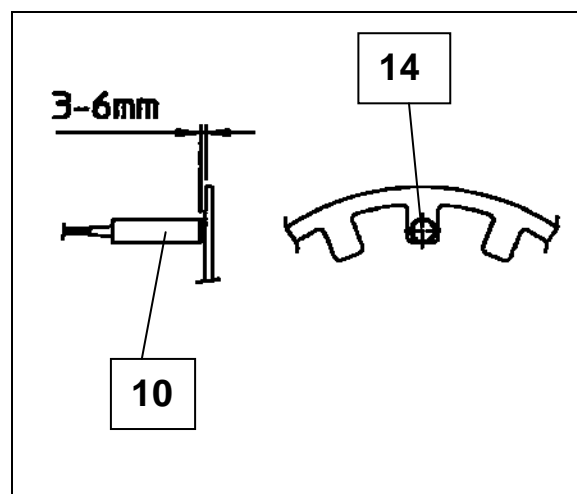

Fig. 8
- Il sensore di velocità deve essere posizionato sull'eccentrico in modo che il centro del sensore sia opposto al bordo interno (14) dell'eccentrico (Fig. 8).